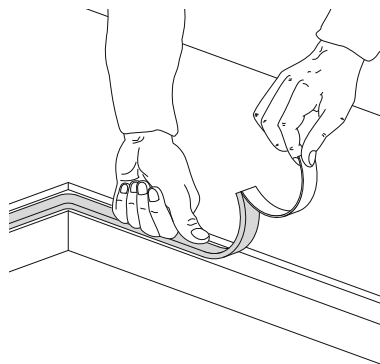

Fig.5: *posizione della guarnizione isolante*
- Prima di posizionare il piano occorre stendere su tutta la superficie della fresatura la guarnizione sigillante fornita in dotazione [Fig.5].